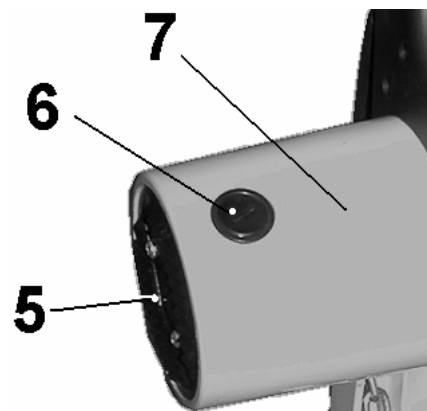
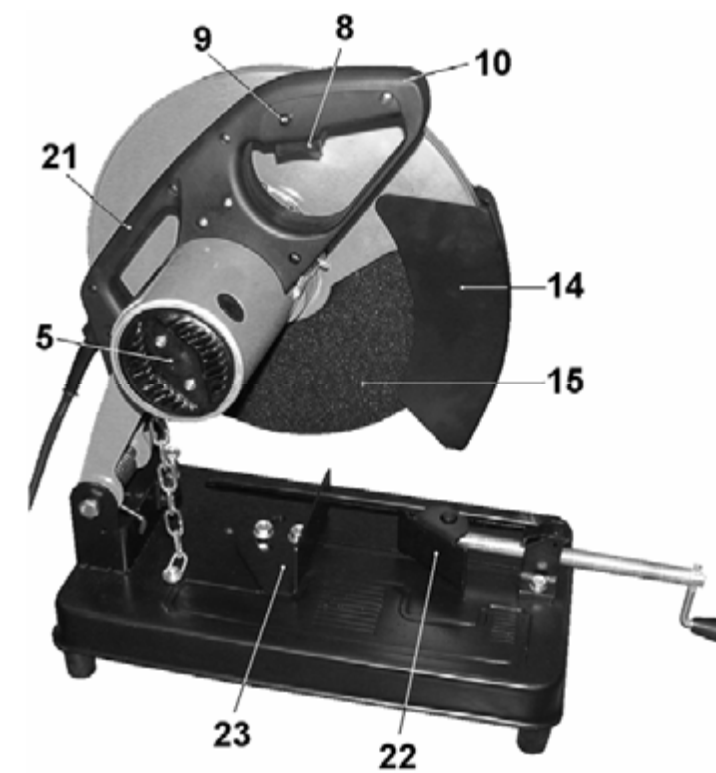

Рис. 11
Рис. 3
## 13. ЗАМЕНА ЩЁТОК (Рис. 11)
14.1. Периодически с рабочего стола удаляйте стружку и пыль, Рис. 3, со всех резьбовых и подвижных узлов и механизмов машины. Постоянно очищайте (продувайте) отверстия крышки двигателя (5), Рис. 11.
**ВНИМАНИЕ:** Перед проверкой и регулировкой узлов и механизмов машины отсоедините вилку (2) шнура электропитания (3) от розетки электросети, Рис. 3.